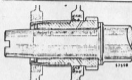

Abb. A.15
- Beim Abheben des Gehäuses - ist um Beschädigungen an der Öldichtung zu vermeiden Service-Werkzeug 18G 370 zu verwenden, bzw., wenn eine rote Silikonmutter-Öldichtung eingebaut ist (Abb. A.15) Werkzeug 18G 1043